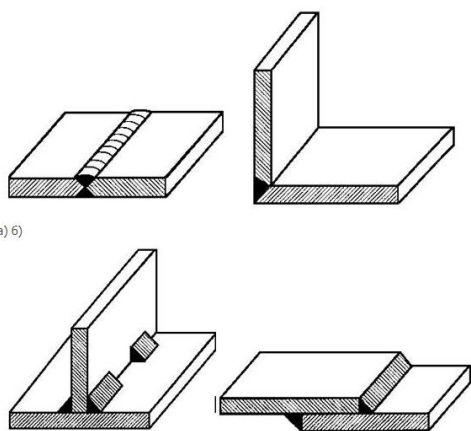

Рисунок 74 - Основные типы сварных соединений:
- стыковые (С) – детали соединяются встык по торцевым поверхностям (рис. 74 а);
- внахлестку (Н) – детали частично перекрывают друг друга (рис. 74 г).